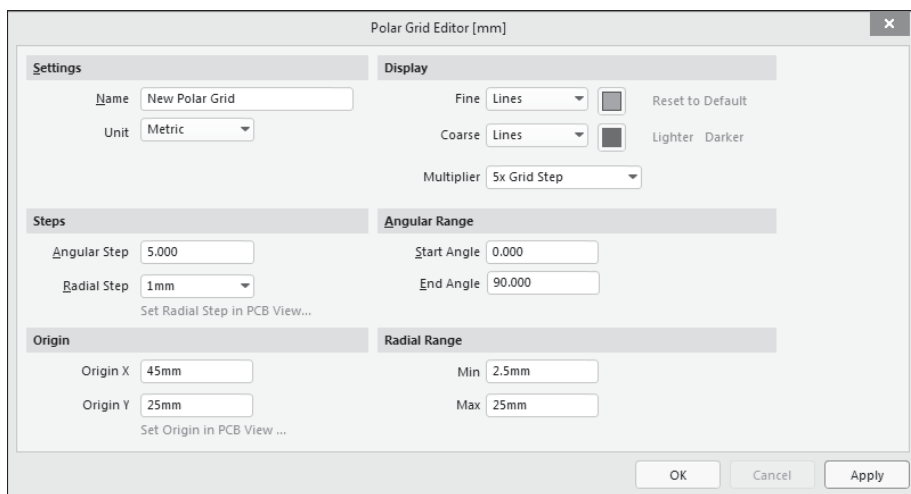

Рис. 3.10. Диалоговое окно настройки пользовательской полярной сетки
- При выборе пользовательской полярной сетки открывается диалоговое окно **Polar Grid Editor** со своим набором полей редактирования (рис. 3.10):